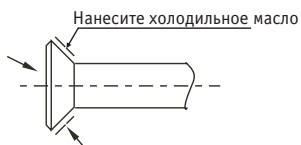

Рисунок 10
- б. Нанесите холодильное масло (это должно быть моторное масло, совместимое с применяемым хладагентом) на наружную поверхность развальцованного соединения и коническую поверхность соединительной гайки и затяните вручную на 3–4 оборота перед затяжкой раструбной гайки (рис. 10).